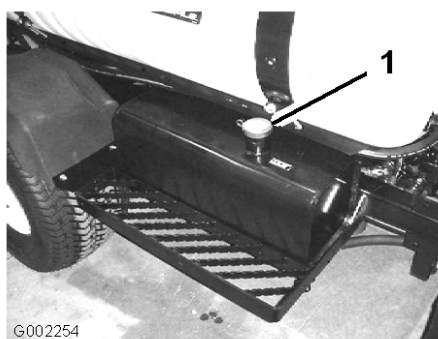

図 57
3. 油圧オイルタンクの注油口周辺をきれいに拭き、キャップを外す (図 57)。